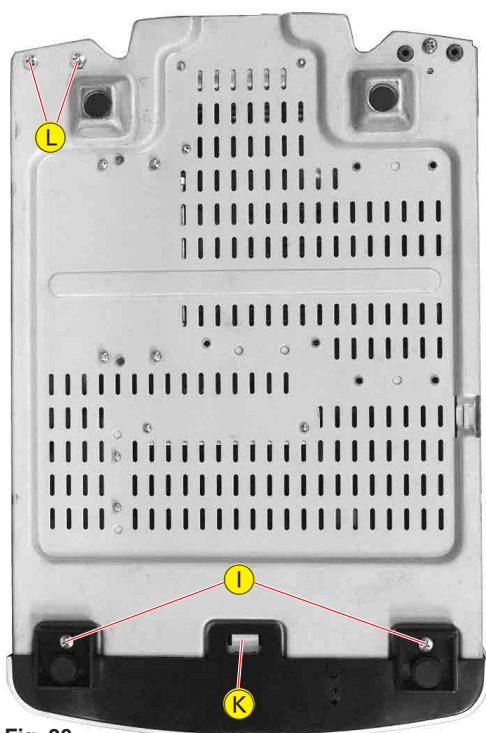

Fig. 20
- 2 Schrauben ① (Fig. 20) herausdrehen.
- Rastnase ⑫ (Fig. 20) ausrasten.
- 2 Schrauben ⑬ (Fig. 20) herausdrehen.
- Undo 2 screws ① (Fig. 20).
- Disengage hook ⑫ (Fig. 20).
- Undo 2 screws ⑬ (Fig. 20).